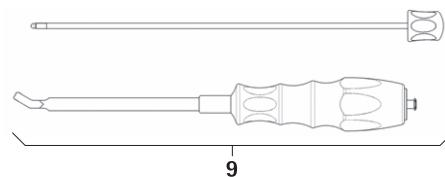

Fig. 5
- Demontera stavinsättningsinstrument 9, se Fig. 5: Skruva ut innerdelen.